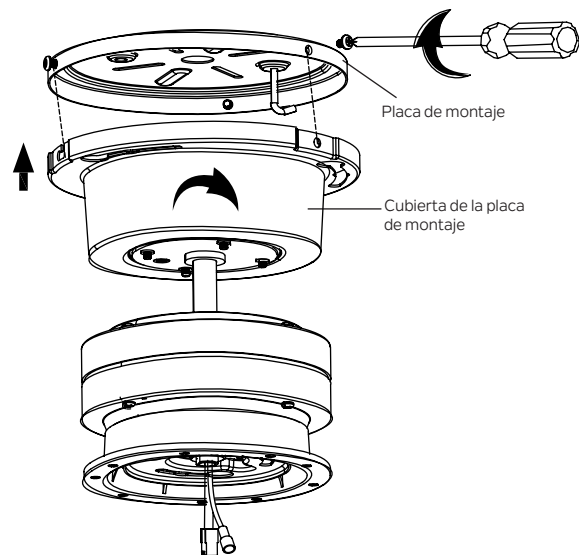

Figura 11
Paso 2. Suelte el montaje del motor del gancho en J, levante el montaje del motor hasta la placa de montaje, alinee los orificios de la ranura en la cubierta de la placa de montaje con dos tornillos sueltos en la placa de montaje. Gire la cubierta de la placa de montaje hasta que los dos tornillos sueltos encajen en su lugar en el extremo estrecho de los orificios de la llave. Vuelva a instalar el tornillo que quitó en el paso 1, apriete firmemente los tres tornillos. (Figura 11)